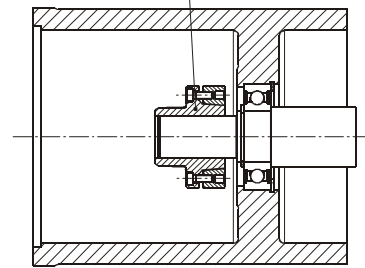
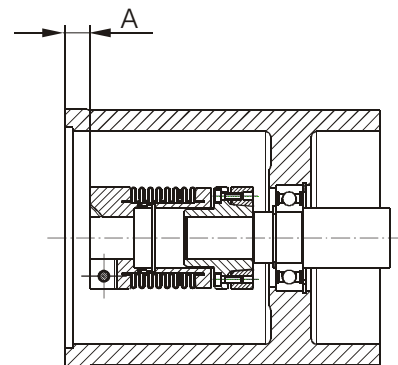

Bild 10
Bild 11
1. Schieben Sie die gehäuseseitige Kupplungshälfte in der vorgesehenen Richtung auf die gehäuseseitige Welle bis zu einer ggf. vorhandenen Wellenschulter und prüfen Sie, ob sich die Kupplungshälfte ohne Berührung mit irgendwelchen Gehäuse- oder Maschinenteilen frei drehen lässt. Prüfen Sie außerdem, ob die Welle zu mindestens 2/3 der Nabenlänge in die Nabe ragt (siehe Bild 10).
3. Stecken Sie die Kupplung zusammen und ermitteln Sie das Abstandsmaß "A" zwischen Gehäuseflansch und Kupplung, siehe Bild 11.
Die primeflex®-Kupplung gleicht radialen, axialen und winkligen Wellenversatz aus (Bild 10), ohne dabei ihre Spielfreiheit zu verlieren. Die in Tabelle 1 angegebenen zulässigen Wellenverlagerungen dürfen nicht gleichzeitig den Maximalwert erreichen. Treten mehrere Versatzarten gleichzeitig auf, beeinflussen sie sich gegenseitig, d. h. die zulässigen Werte der Verlagerung sind entsprechend voneinander abhängig (Bild 11). Die Summe der tatsächlichen Verlagerungen in Prozent vom Maximalwert darf 100 % nicht überschreiten.